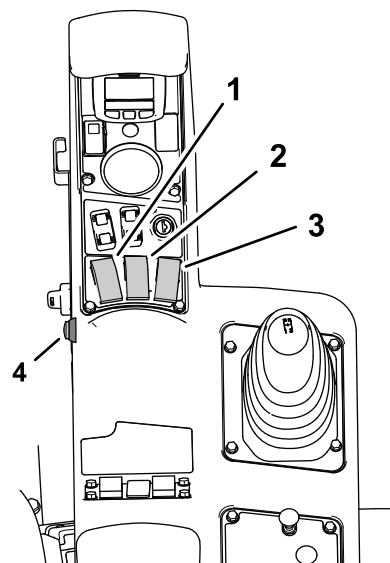
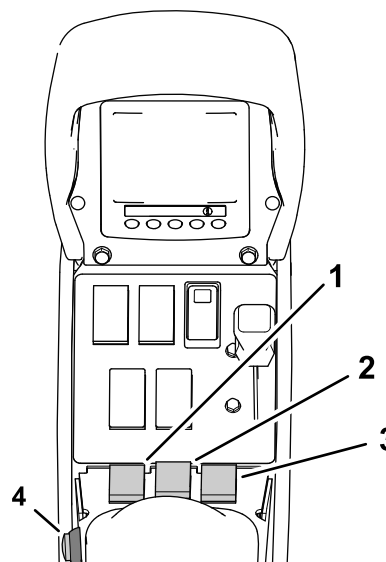

Figura 162
Figura 163
9. Spostate i tre interruttori delle sezioni (posti sul quadro di comando della macchina) in posizione di ACCENSIONE (Figura 162 e Figura 163).